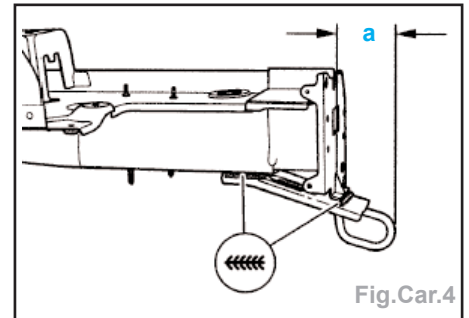

Fig.Car.4
- souder l'oeillet de remorquage en cordon continu sous gaz de protection (Fig.Car.4),